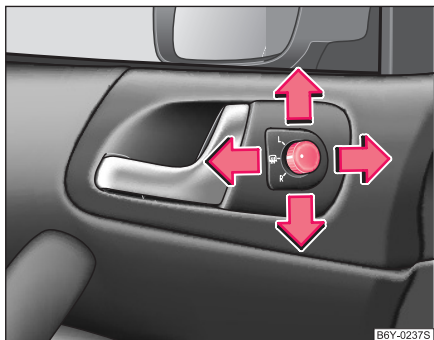

Fig. 42 Partea interioară a ușii: Buton rotativ de reglare
- Fixați butonul rotativ de reglare în poziția  ⇒ Fig. 42.